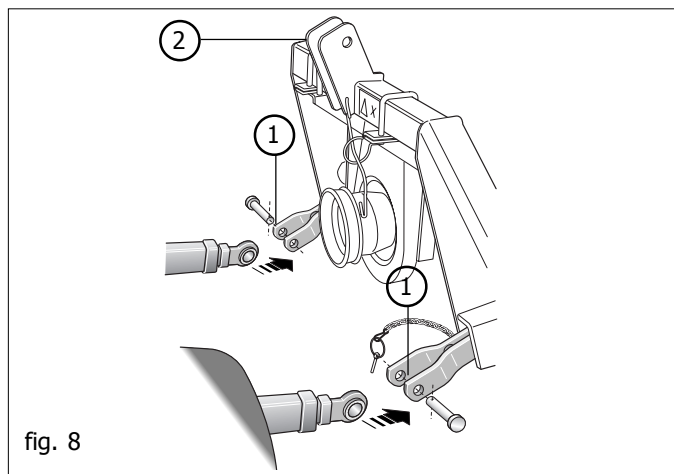

fig. 8
- 1) Agganciare la barra della seminatrice (1 Fig. 8) al sollevatore, bloccarla con le copiglie a scatto.